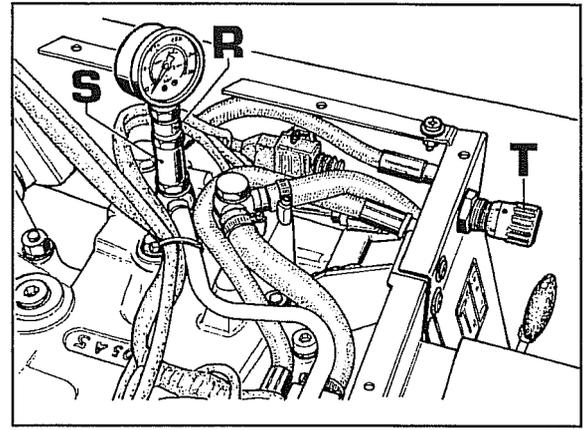
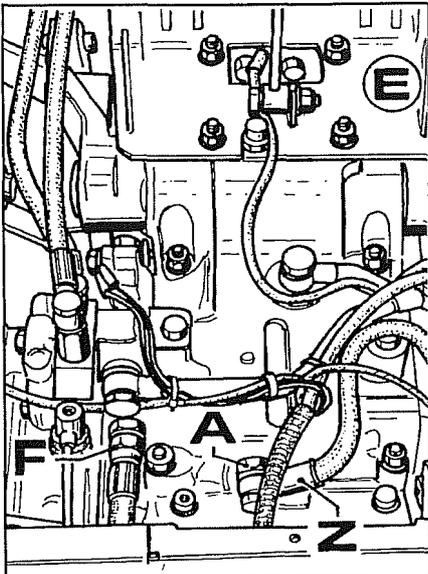

Fig. 23
Fig. 27
Si la máquina no posee distribuidores auxiliares traseros es necesario, luego de haber quitado el asiento, conectarse con el tubo de impulsión al grupo electroválvulas en el modo indicado en la fig. 23, mediante la relativa herramienta combinada **R-S**, recordando que hasta la máquina n° de chasis B455169 para conectarse es necesario usar la misma herramienta eliminando la parte **S**. En esta máquinas además, prestar atención que el tornillo perforado quitado para montar el manómetro, **no debe ser confundido** con otros tornillos perforados del mismo tipo, porque dentro lleva una clavija con orificio calibrado.
En cambio con manómetro conectado al tubo de impulsión del grupo electroválvulas es necesario cerrar la válvula **T** fig. 23, accionar el interruptor del elevador en elevación (pulsando el pulsador de seguridad), y luego controlar la presión en el manómetro.
Para controlar eventuales pérdidas internas de aceite en el cárter elevador, es necesario conectar al elevador una herramienta y ponerlo en posición "alzada". En las máquinas con válvula **T** fig. 23 es necesario cerrarla.
Si el elevador desciende, significa que se presenta una pérdida interna de aceite o en el cilindro del elevador o en el tornillo de racor (**A** fig.27) con el tubo de impulsión.
3. Desconectar el tubo **Z** fig.27 y desenroscar el racor **A** del cárter elevador.
- c. Quitar el soporte asiento **E** fig.27 luego desconectar los cables que van a las electroválvulas, al microinterruptor de tope y los cables de masa (ver fig.27).
- e. Desconectar el tubo de impulsión de aceite **F** fig.27 hacia el soporte distribuidores y la válvula de impulsión aceite (**T** fig.23) hacia el cilindro.